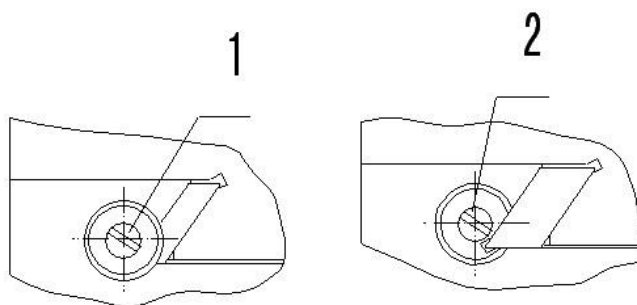

Рис. 6
11.1. Регулировка клина направляющих салазок стола. (Рис. 6)
11.2. Регулировка клина направляющих каретки и консоли. (Рис. 6)